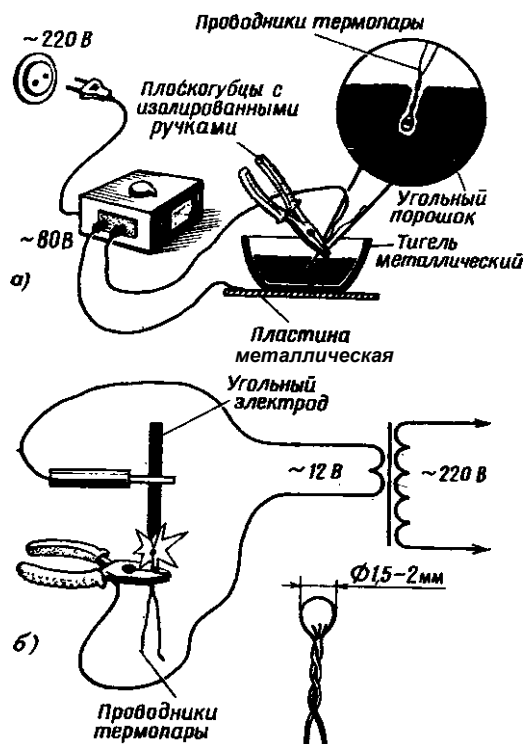

Рис. 139. Способ изготовления термопар
1. В железный тигель с металлической подставкой насыпают угольный порошок — измельченные дуговые электроды или электроды от гальванических элементов. Один конец электрического провода от тигля соединяют с клеммой автотрансформатора (ЛАТРа), другой электропровод от автотрансформатора подсоединяют к скрученной термопаре, которую захватывают плоскогубцами с изолированными ручками (рис. 139, *a*) и подают от автотрансформатора напряжение порядка 60—80 В.
2. Скручивают проволоочки хромель-копель толщиной 0,3—0,5 мм на длину 6—8 мм. При сварке (рис. 139, *б*) скрученные и зачищенные концы захватывают, так же как и в первом способе, плоскогубцами с изолированными ручками. Напряжение от понижающего трансформатора 12 В подводят к ручке плоскогубцев и к угольному электроду. При прикосновении угольного электрода к скрутке концы проволочек оплавляются, образуя на конце шарик.